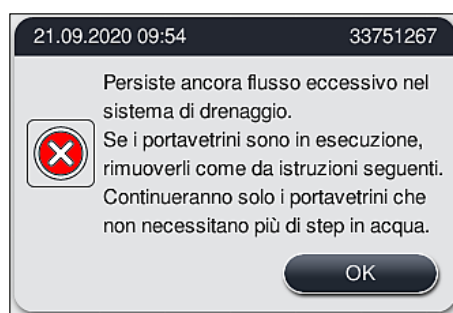

Fig. 125
- Se non è possibile eliminare l'ostruzione nonostante le misure di pulizia, le stazioni di risciacquo vengono disattivate a causa del persistente livello critico dell'acqua. Le stazioni di risciacquo vengono mostrate come difettose sul display. Per terminare uno o più programmi, premere (→ "Fig. 123-2") oppure (→ "Fig. 124-2") per avviare il processo di interruzione controllata. I programmi che non richiedono uno step in acqua vengono proseguiti fino alla fine del processo di colorazione. Qualunque portavetrini rimasto che ancora richiede almeno uno step in acqua deve essere annullato e rimosso dallo strumento. Confermare il messaggio successivo (→ "Fig. 125") premendo **OK**.